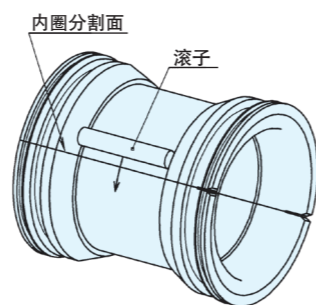

图6 检查内圈的安装状态
- 使涂有润滑脂的滚子或手指滑过滚道，确认内圈已安装到位。(参考图6)